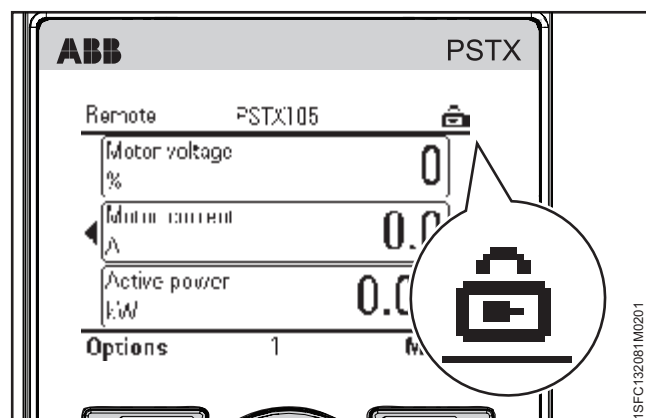

Abbildung 6.13
4. Schlüssel durch einen Sperrcode sperren, siehe **Abbildung 6.13**